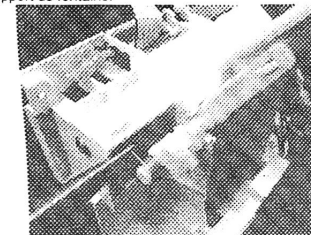

Figure 8
18. Faites tourner le ressort sur 1/2 tour dans le sens antihoraire. Insérez l'extrémité du ressort dans l'ouverture du support de fontaine (Voir la Figure 8).